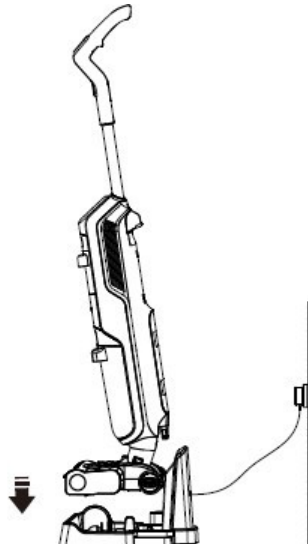

Abb. 14
- II. Setzen Sie das Gerät auf die Ladestation, wie in Abb. 14 gezeigt. Es startet das automatische Reinigungsprogramm als Priorität, also drücken Sie bitte zuerst die Taste „AUTO-CLEAN PAUSE“, um das automatische Reinigungsprogramm zu stoppen, dann beginnt es mit dem Ladevorgang mit dem Batteriestand Kontrollleuchte auf dem digitalen Anzeigebildschirm blinkt.